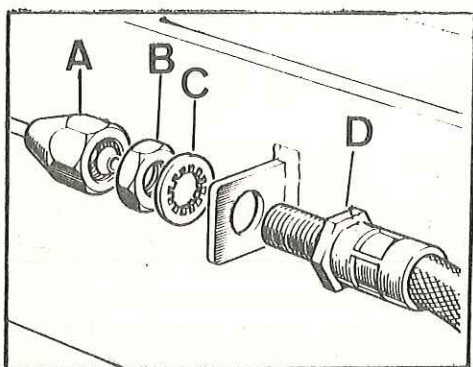

Fig. H-38 Conexión de las tuberías del freno
- 1.1. Desconectar la tubería del freno delantero (Fig. H-38) en su unión a la tubería flexible D, una en cada costado del vehículo, y separar esta última de su soporte en el bastidor. Apretar el pedal del freno y acuñarlo en esta posición, para prevenir posibles pérdidas de líquido. Al accionar el pedal, se adoptarán las debidas precauciones para evitar salpicaduras del líquido. Para la tubería flexible trasera, se seguirá el mismo procedimiento.